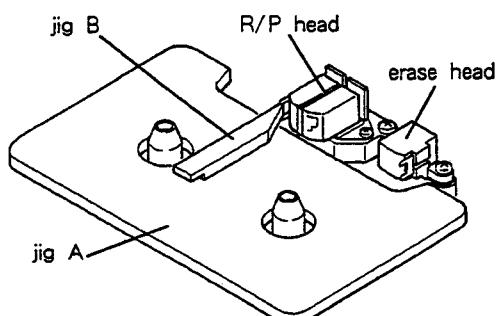

Fig. 2-2
- 1). Set jig A as shown in Fig. 2-2, then set the deck to PLAY mode.
- 1). 図2-2のよう治具Aをセットし、PLAYモードにする。